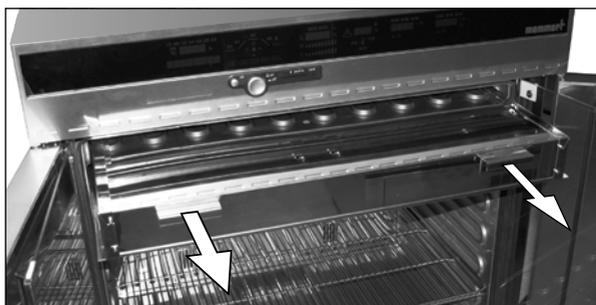

Fig. 35 Extraer la caja de iluminación
2. Tire de los dos agarres para extraer la caja de iluminación del equipo (Fig. 35).